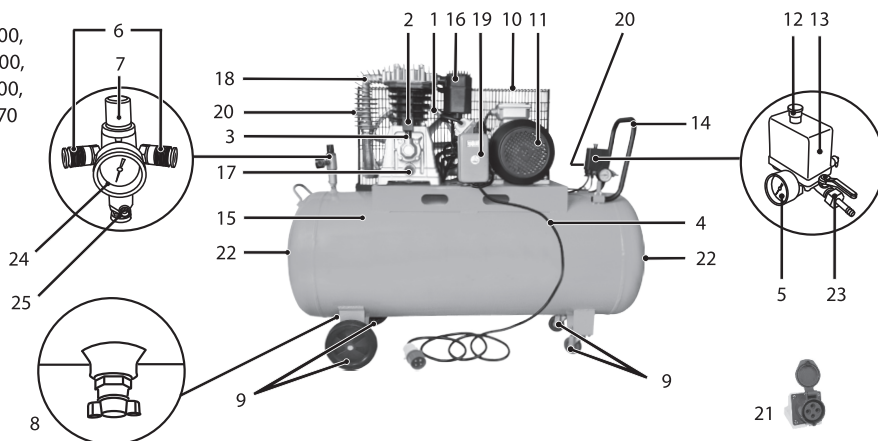
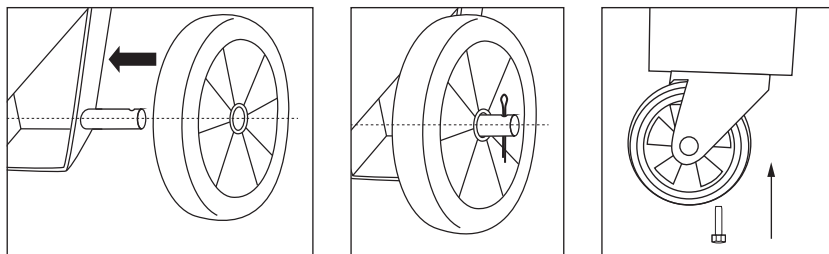
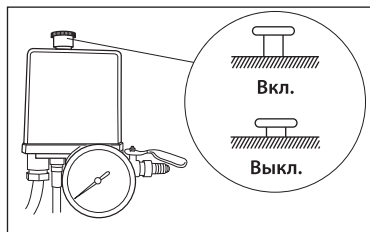

рис. 1
рис. 3
рис. 6.1
- Манометром 5 (рис. 1) для контроля давления сжатого воздуха;
- Реле давления 13 (рис. 1) для регулирования производительности периодическим запуском/остановкой компрессора;
Установите транспортировочные колеса 9 (рис. 1), как показано на рис. 3.
Убедитесь, что выключатель компрессора 12 (рис. 1) находится в положении «Выключено» (рис. 6.1).
Установите регулятор давления 7 (рис. 1) в положение «min».
Подключите к выходному быстроразъемному коннектору 6 (рис. 1) компрессора пневматический инструмент.
При первом запуске компрессор должен проработать без нагрузки около 10 минут с полностью открытым регулятором давления 7 (рис. 1) выходного воздуха и клапаном слива конденсата из ресивера.
По истечении времени обкатки закройте клапан слива конденсата 8 (рис. 1) и проверьте, чтобы компрессор нагнетал воздух в ресивер 15 (рис. 1) и останавливался автоматически при помощи реле 13 (рис. 1) при достижении максимального значения давления.
Перед запуском следует убедиться, что переключатель реле давления 12 (рис. 1) находится в положении «Выключено», а вилка вставлена в сетевую розетку.
Поворачивая регулятор давления 7 (рис. 1) по часовой стрелке, установите давление, рекомендуемое производителем подключаемого пневмоинструмента, требуемый уровень давления отразится на манометре 24 (рис. 1).